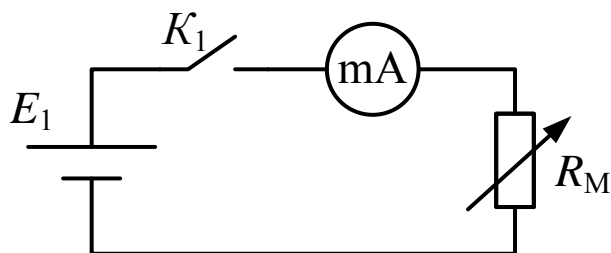

Рис. 1.8
3.1. Соберите схему, приведенную рис. 1.8. В качестве миллиамперметра используйте мультиметр в режиме измерения постоянного тока. Ключ K_1 установите в разомкнутое положение (рычажок вниз).